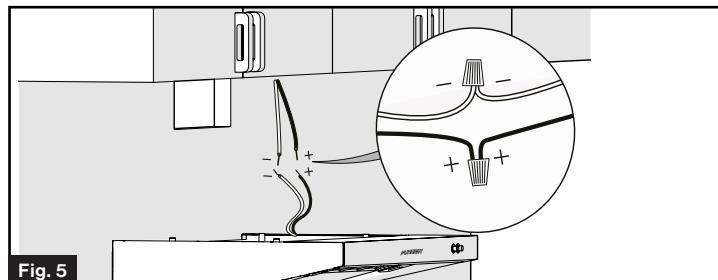

Fig. 5
- Conecte los cables de la campana a una fuente de alimentación de 12 V en la parte inferior del gabinete. Conecte blanco (-) a blanco (-) y negro (+) a negro (+). (Fig. 5)